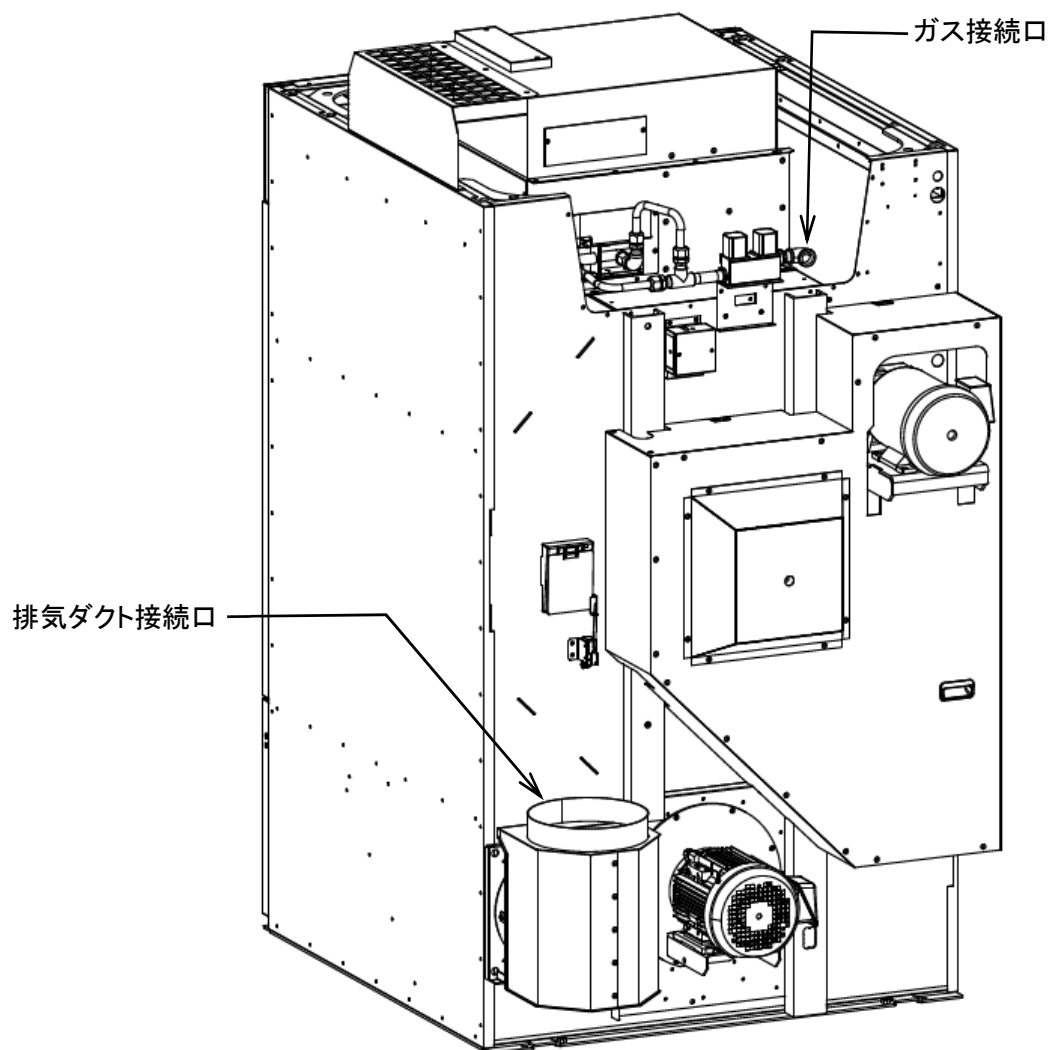

図 5-1
- ・ ガス配管接続口に配管を接続します。(図 5-1)
- ・ 排気ダクト接続口にダクトを接続します。外形は $\phi 248\text{mm}$ です。(図 5-1)